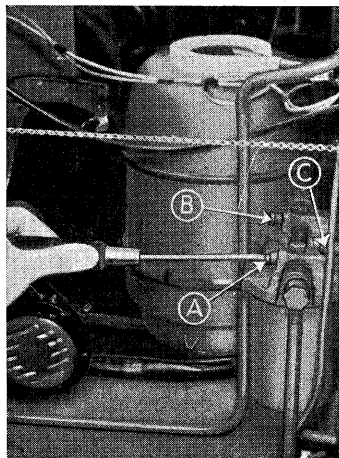

Fig. 9.
Pump lidt med fødepumpen og løs forfilterets udluftningsskrue (C) fig. 9, fortsæt pumpningen til brændstoffet strømmer luftfrit ud og spænd igen (C). Løs udluftningsskruen (A), ligeledes på forfilteret, og pump til brændstoffet er frit for luftblærer, hvorefter (A) igen tilspændes. Derefter udluftes finfilteret ved udluftningsskruen (B), og efter at denne igen er tilspændt fortsættes pumpningen i ca. et halvt minut for at luften kan blive fordrevet fra rørene mellem filter og indsprøjtningpumper.